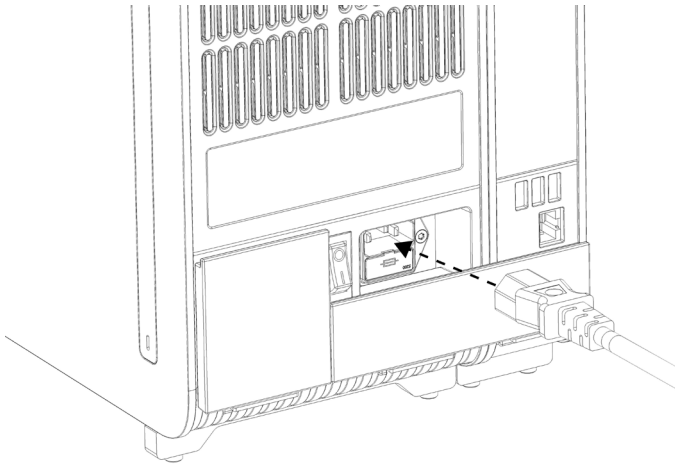

图 10. 连接电源线。
7. 将 QIAstat-Dx Analyzer 1.0 随附的电源线连接到分析模块的背面（图 10）。